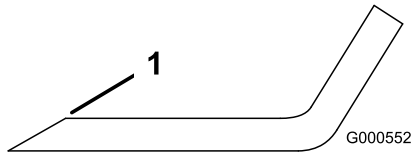

Figura 39
1. Utilice una lima para afilar el filo de corte en ambos extremos de la cuchilla (Figura 39).
Nota: Si la cuchilla no está equilibrada, rebaje algo el metal en la parte de la vela solamente (**Figura 39**).